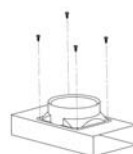
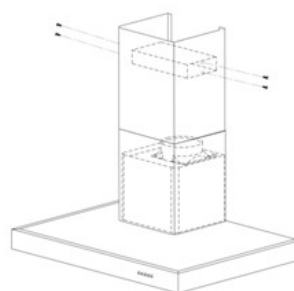

fig. 9
fig. 10
- Installer l'adaptateur de gaine sur le déflecteur (fig.9).
- Installer le déflecteur (fig. 9) dans la cheminée supérieure au niveau des ouïes d'aération (fig.10).